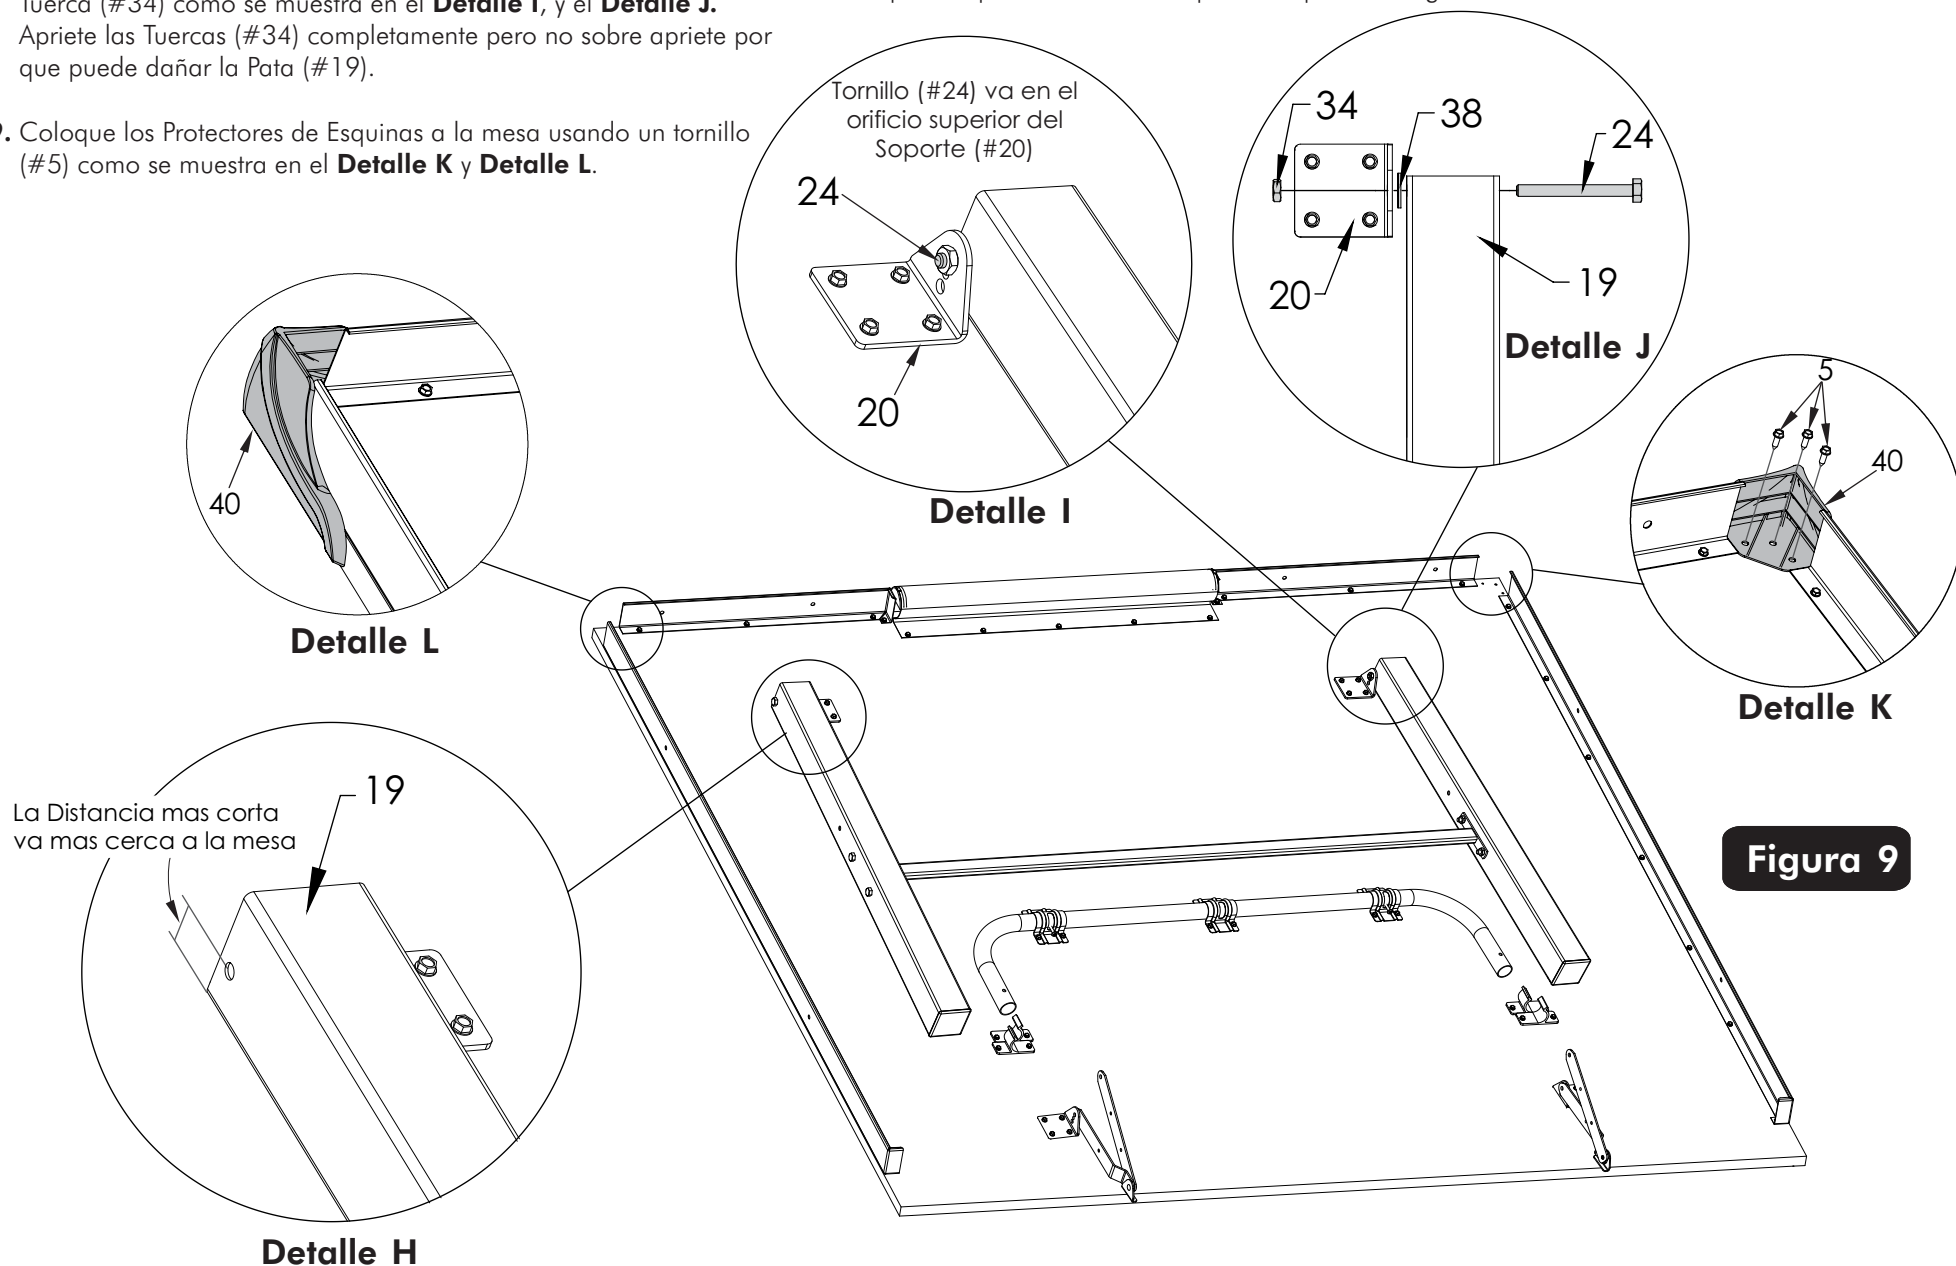

Figura 9
- 17.** Coloque la pata ensamblada (del paso anterior) en el tablero. Asegúrese que los orificios de la Pata (#19) están más cerca a la mesa. Vea la **Figura 9** y el **Detalle H**.